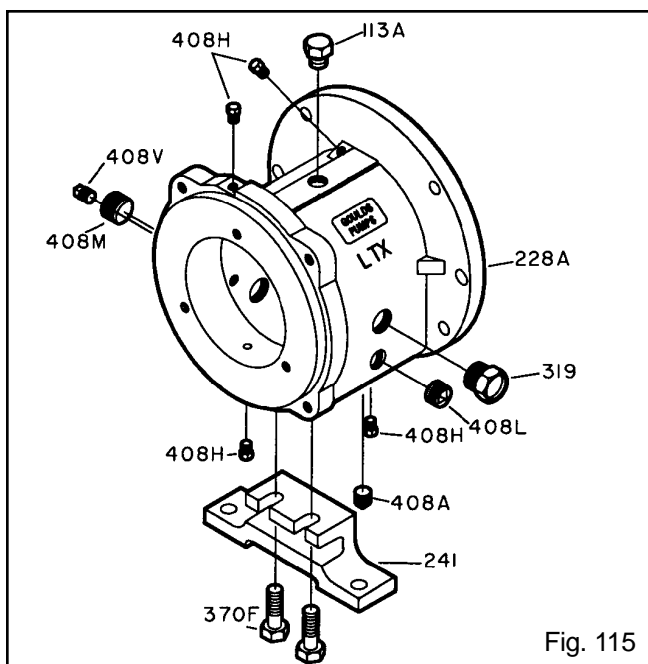
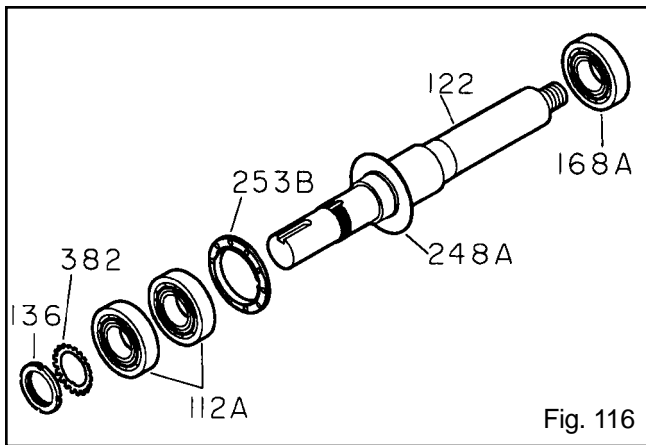

Fig. 115
Fig. 116
1. Instale el tapón de llenado de aceite (113A), el tapón de drenaje de aceite (408A), el tubo indicador (319), el tapón del aceitador visible (408J), cuatro (4) tapones de conexión de rociado de aceite (408H) o graseras (193) y los tapones de salida de grasa (113), y los tapones de entrada y de salida del enfriador de aceite o enfriador de aceite del bastidor de los cojinetes (408L, 408M) en el bastidor de los cojinetes (228) (Fig. 115).
2. Conecte el soporte (241) del bastidor de los cojinetes con pernos (370F). Apriételos con los dedos.
3. Instale el deflector de aceite (248A) sobre el eje (122) si se había retirado (Fig. 116).